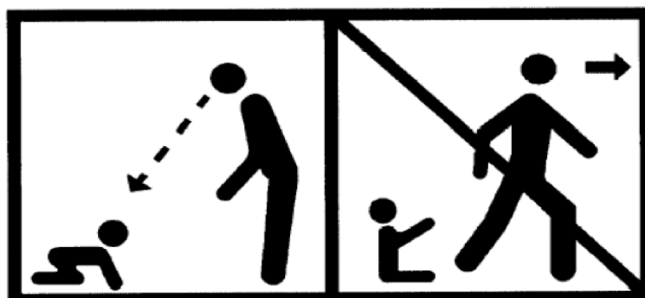

Bild 1. Exempel på skylt för att framhålla skyldigheten med uppsikt.
- Närvaron av en förälder och/eller någon vuxen som håller uppsikt är absolut nödvändigt vid öppen pool. Sätt upp en skylt som informerar om att vuxna har skyldighet att hålla uppsikt. Ett exempel på sådan skylt finns i bild 1.